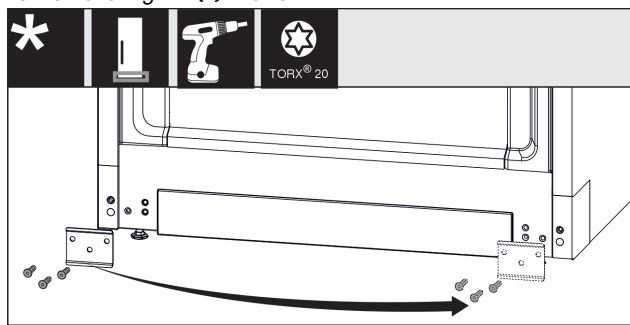

Fig. 15
- ▶ Kruvige plekk Fig. 15 (1) maha, paigutage teisele küljele ümber ja kruvige taas külge.